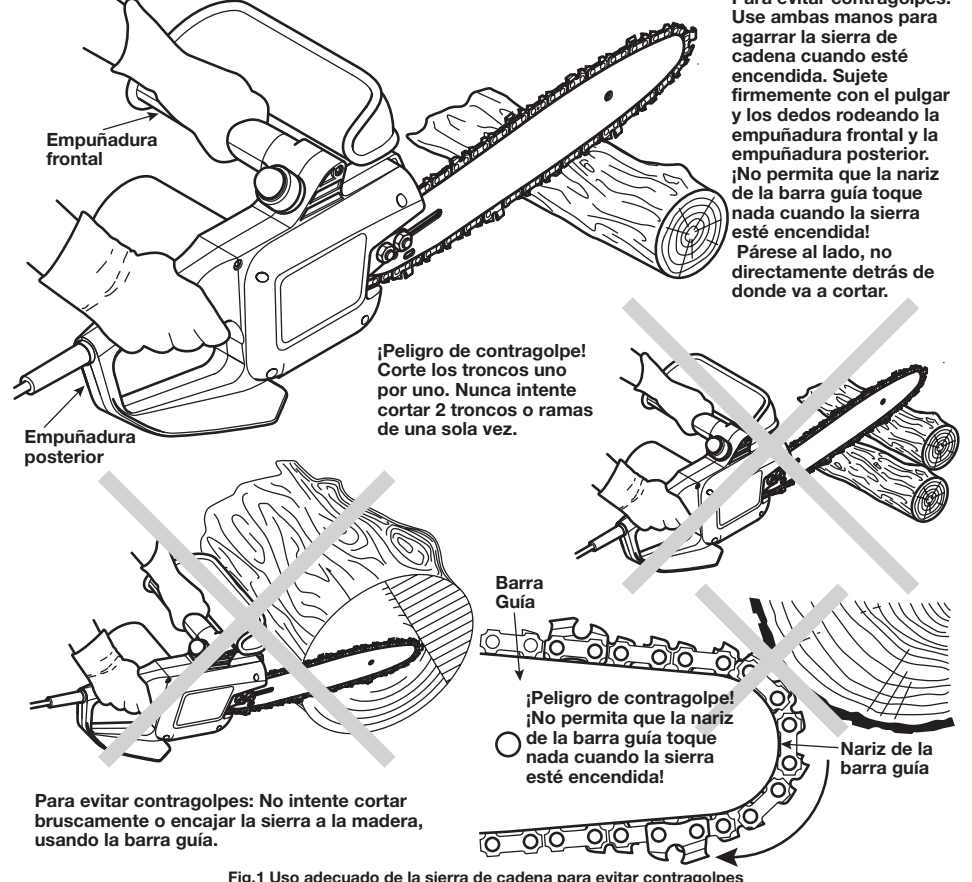

Fig.1 Uso adecuado de la sierra de cadena para evitar contragolpes
- El **contragolpe de giro** puede ocurrir cuando la punta superior de la barra guía se pone en contacto con un objeto mientras la cadena se está moviendo (Fig. 1). Esto puede hacer que la cadena perforo el objeto y se detenga momentáneamente. La barra guía entonces salta y se da vuelta, veloz como un rayo, retrocediendo en dirección al operador.